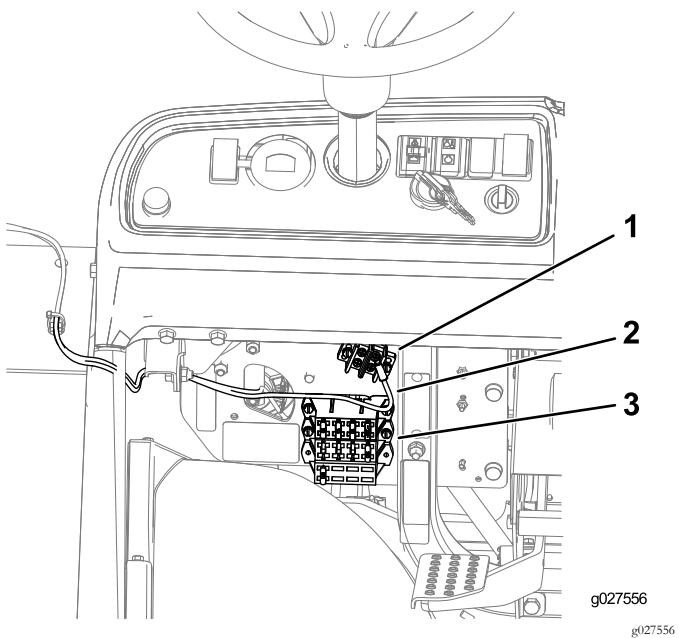

图13
- 对于 Workman MD/MDX/MDXD 机器 将线束的环形端子连接到地线盒并将保险丝盒接头插入提供的保险丝盒连接件图13。